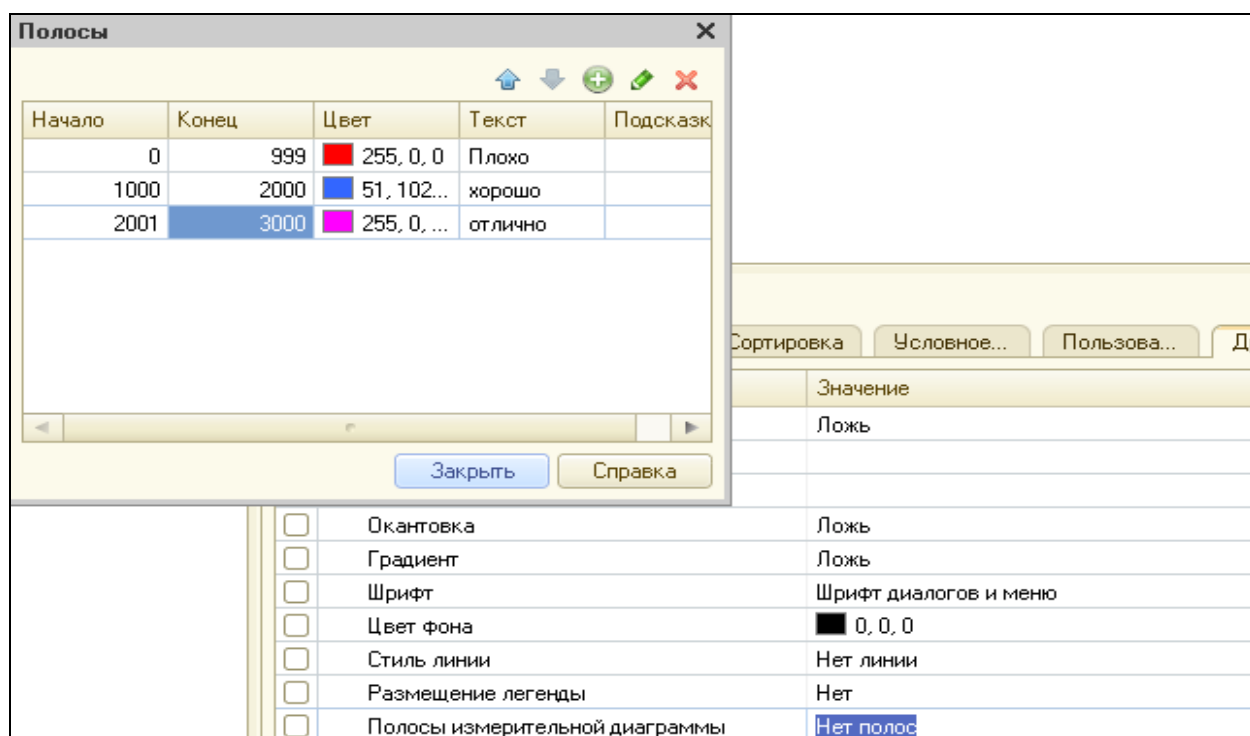

Рисунок 4.40.Выбор названий полос диаграммы
8. Прокрутить вниз список свойств диаграммы зададим ее полосы: Плохо, Хорошо, Отлично (рис. 4.40).